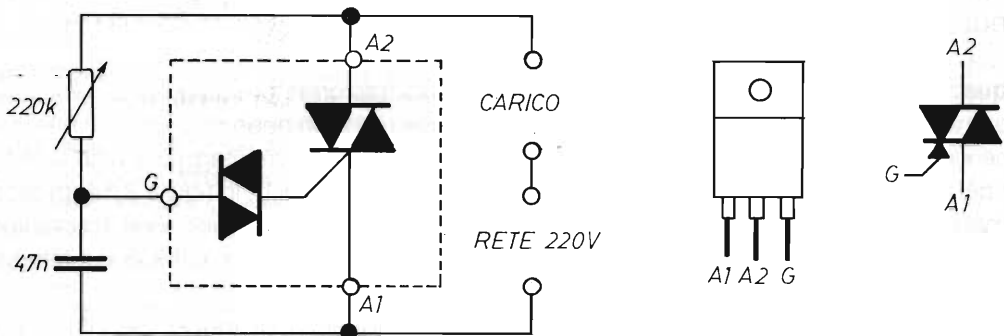

figura 3a - Quadrac: Schema applicativo, piedinatura e simbolo
1) I QUADRAC non sono altro che Triac completi di Diac in serie al gate. Questo componente è stato concepito per realizzare Dimmer di minime dimensioni. Si veda la figura 3a in cui è rappresentato il QUADRAC e relativo schema applicativo.